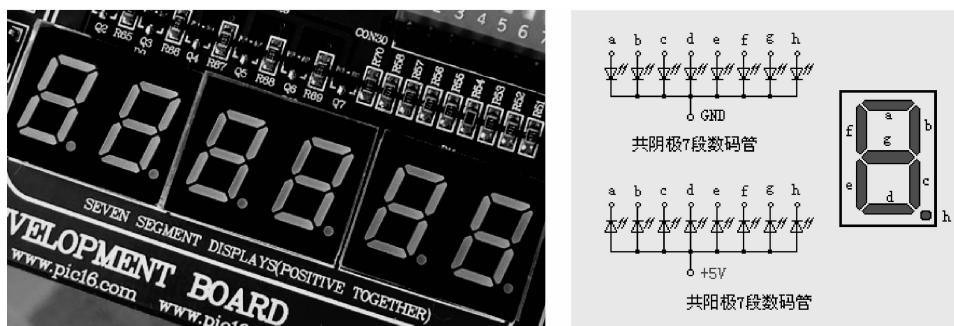

图1-1-7 发光二极管
② 发光二极管：发光二极管通常由砷化镓、磷化镓等材料制成。当有电流通过时，管子可以发出光来。发光二极管常用来作为显示器件，除单个使用外，也常做成七段数码显示器(图1-1-7)。
③ 变容二极管：变容二极管是利用PN结的电容效应工作的一种特殊二极管，它工作